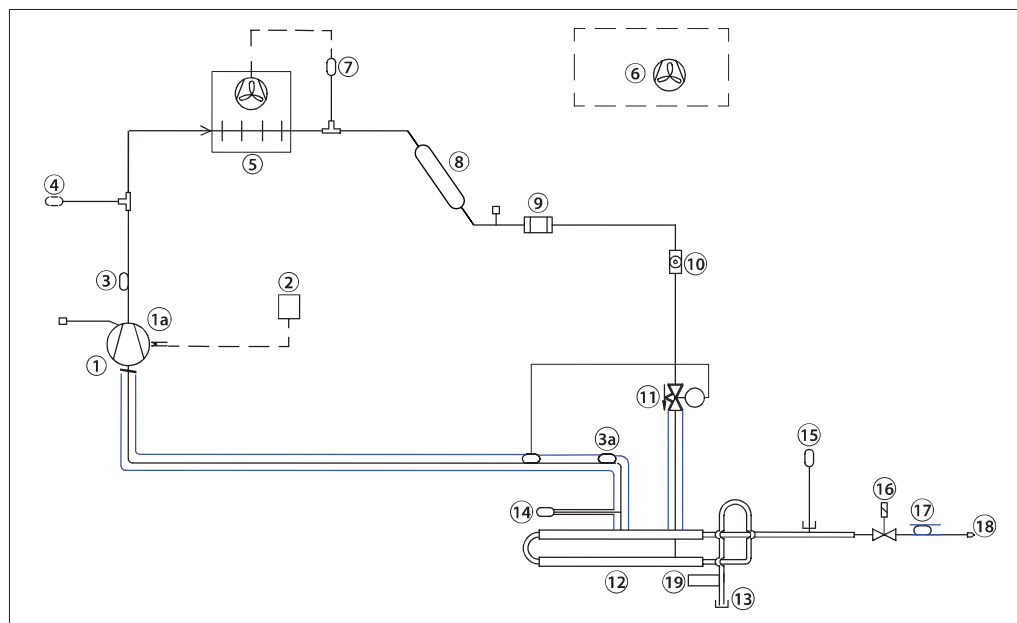

Fig. 1. Disposición del purgador R290
\*\* Véase la Fig. 1 y la Fig. 10a
Solo se requiere 1 conexión mecánica para el purgador (véase la Fig. 1). El flujo de amoníaco / gases NC desde la planta principal se realiza a través de la brida para amoníaco (véase el punto 13 en la Fig. 1 posterior), mientras que la purga de los gases NC se realiza a través del tubo de expulsión de purga (18).